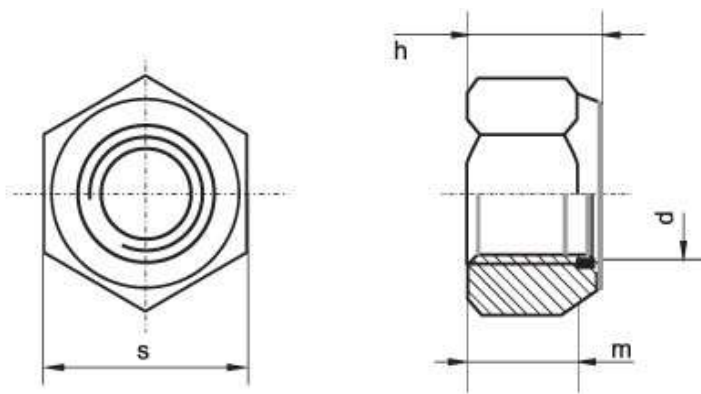

Рис. 7. Чертеж гайки
**Плоские шайбы** имеют два исполнения: исполнение 1 классов точности А и С – без фаски; исполнение 2 класса точности А – с фасками (рис. 7, а).